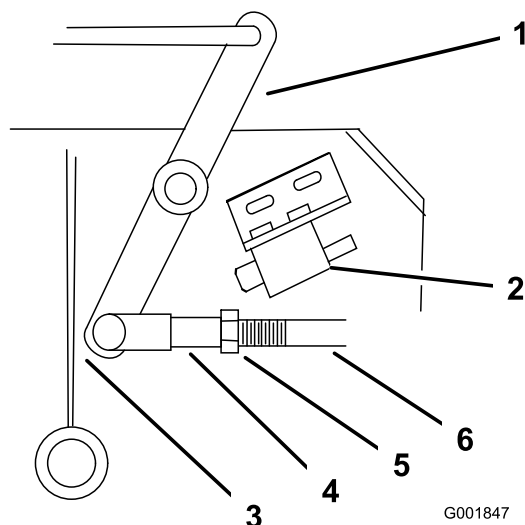

Bild 46
4. Stellen Sie die Länge des Gestänges so ein, dass das untere Ende des Kippschalters die Achsenstützverstärkung gerade nicht berührt (Bild 46).
9. Lösen Sie die Mutter am Bügel (Bild 46).